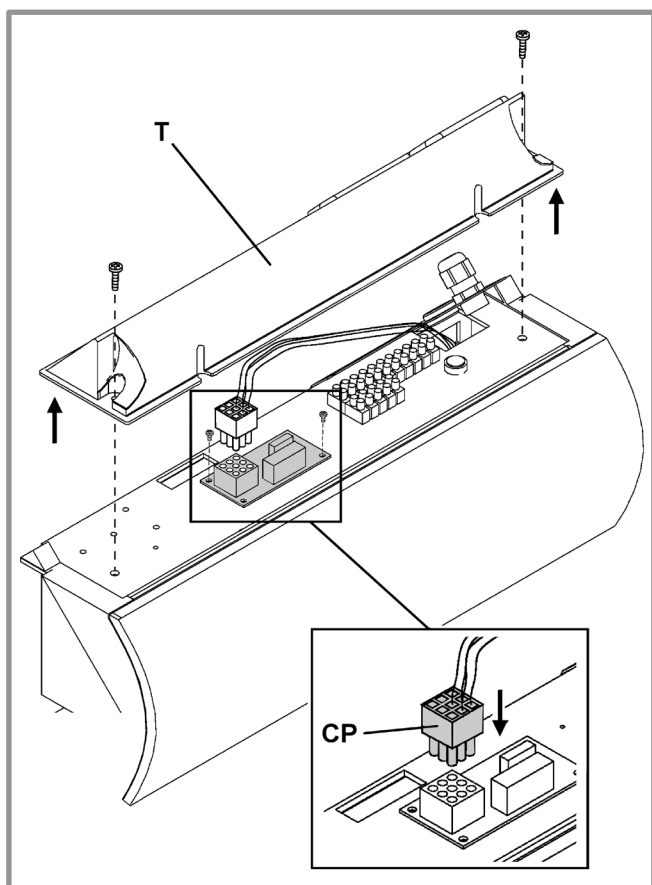

figure 7 - Fixation de la platine relais et raccordement du connecteur "platine"
- Retirer le couvercle supérieur (**T**) du tableau de contrôle (2 vis) (*figure 7*).
- Raccorder le connecteur "platine" (9 voies) sur le connecteur de la platine relais (rep. **CP**, *figure 7*).